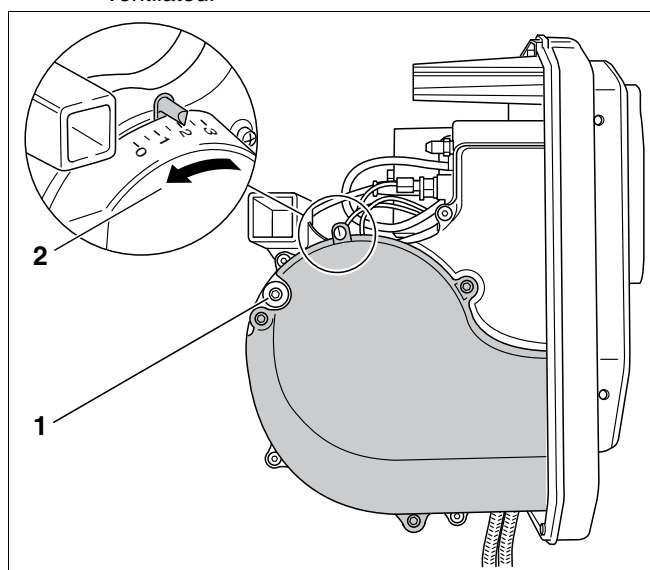

Fig. 37 Modifier l'orifice d'aspiration
- Desserrer la fixation de l'orifice d'aspiration (ALF) (fig. 37, **pos. 1**).
Attention : une pression plus élevée du ventilateur par le décalage du régulateur entraîne des chiffres plus petits sur l'échelle d'affichage. Ceci correspond au sens de la flèche (fig. 37, **pos. 2**).